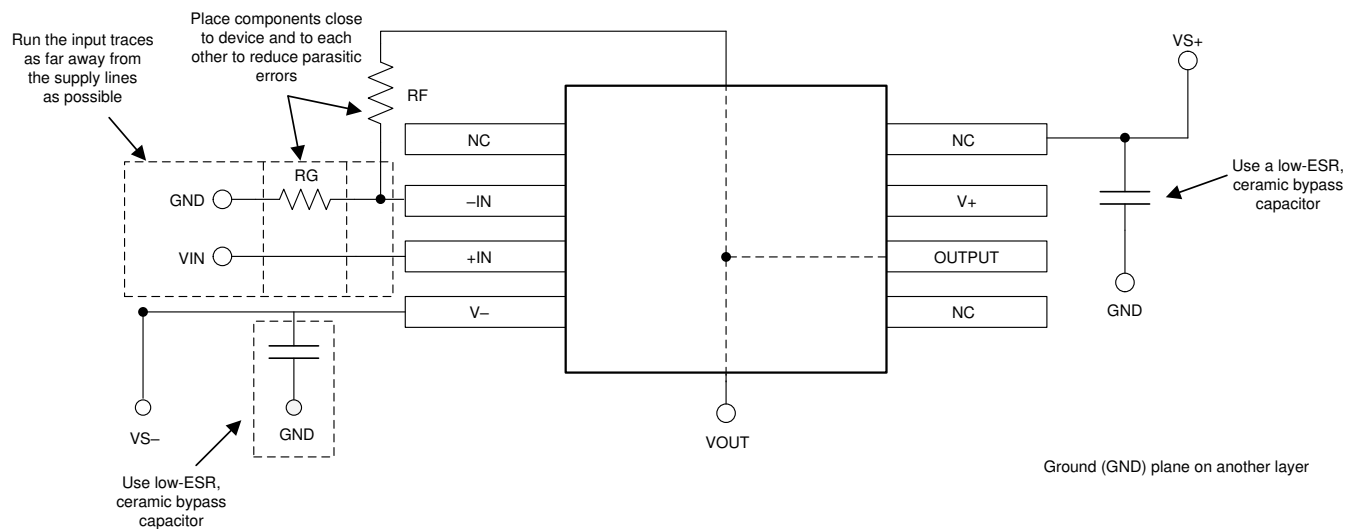

図 11-2. 非反転構成のオペアンプ基板のレイアウト
- 外付け部品は、可能な限りデバイスに近く配置します。図 11-2 に示すように、寄生容量を最小限に抑えるため、RF と RG は反転入力の上に配置します。